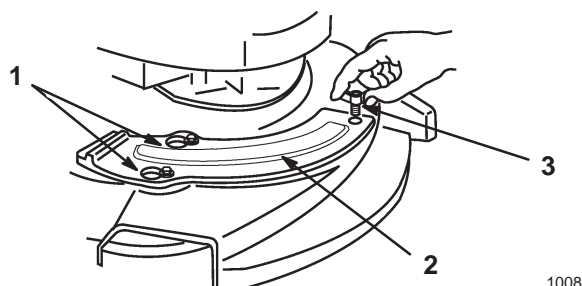

Figure 44
7. Placez le déflecteur de broyage sur les boulons à épaulement (Fig. 44).
9. Fixez le déflecteur avec la vis papillon (Fig. 44).